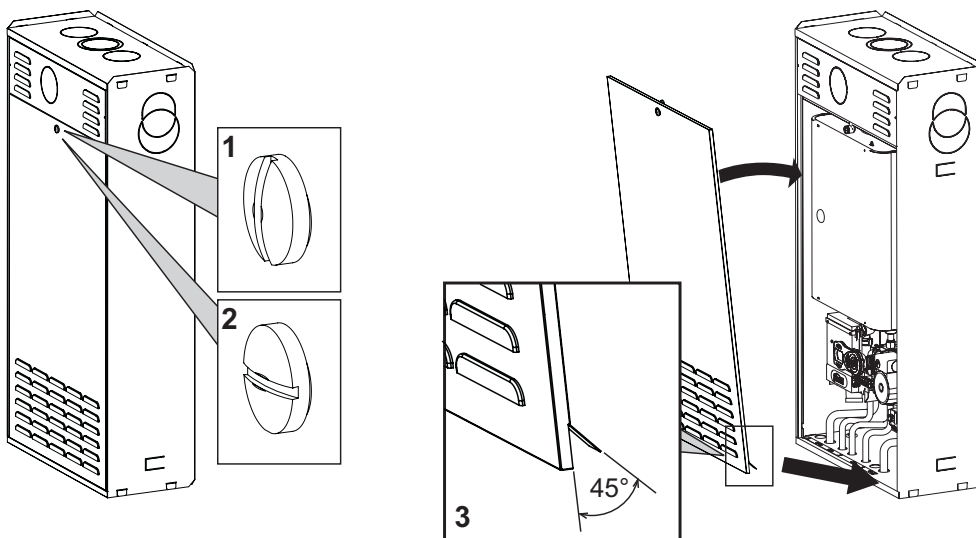

fig. 31 - Apertura e chiusura mantello
- Con una moneta o un cacciavite agire sulla serratura (1 = chiuso - 2 = Aperto - fig. 31).
- Quando si richiude il portellone, verificare che le linguette inferiori siano in posizione corretta (rif. 3 - fig. 31) e si incastrino nelle apposite sedi sull'involucro.